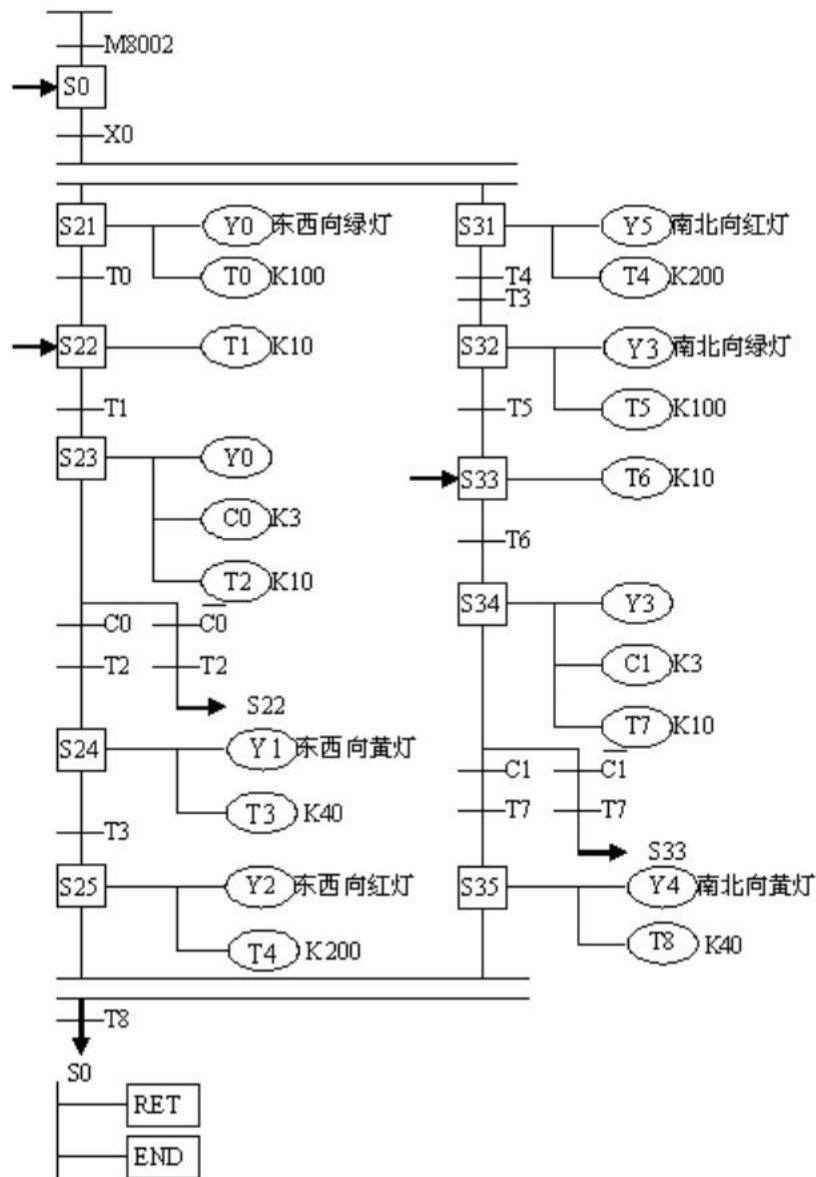

图 24 交通灯控制顺序功能图
本实验用步进顺控指令实现交通灯自动控制，其顺序功能图如图 24 所示。
- 按图 24 输入程序。